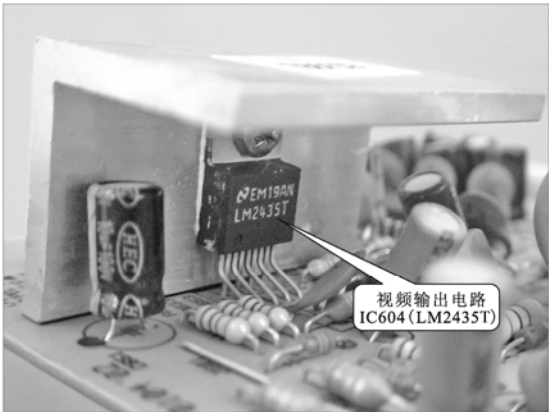
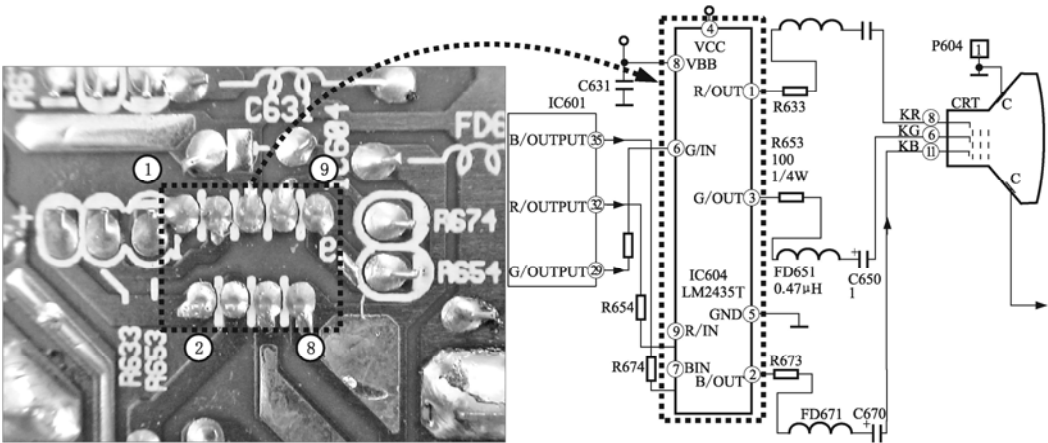

图 2-52 视频输出电路 IC604 (LM2435T) 实物外形图
图 2-53 视频输出电路 IC604 (LM2435T) 的引脚焊点与电路对照图
由图 2-52 可知, R、G、B 视频信号经视频预放电路和功率放大电路放大后送到显像管阴极(管座的⑧、⑥、⑪脚), 因此可以首先检测送来的视频信号是否正常, 即检查由 IC604 (LM2435) 的①、③、②脚输出的信号波形是否正常, 该处波形与显像管阴极部分的信号波形相同。图 2-52 为视频输出电路 IC604 (LM2435T) 的实物外形图。图 2-53 为视频输出电路 IC604 (LM2435T) 的引脚焊点与电路对照图。